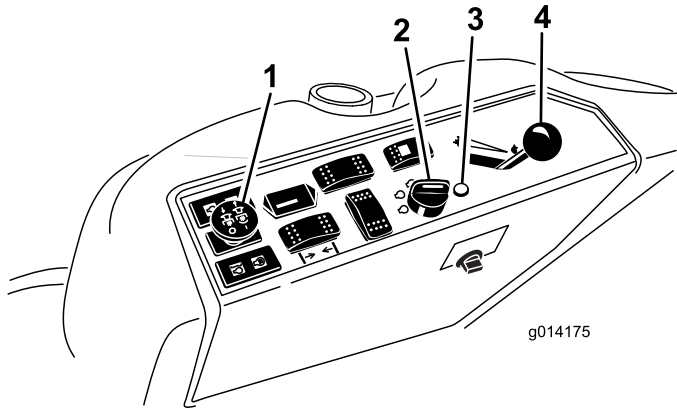

Figura 21
4. Mueva el interruptor de la toma de fuerza (TDF) a la posición DESENGRANADO (Figura 21).
5. Ponga la palanca del acelerador en un punto intermedio entre las posiciones RÁPIDO y LENTO (Figura 21).